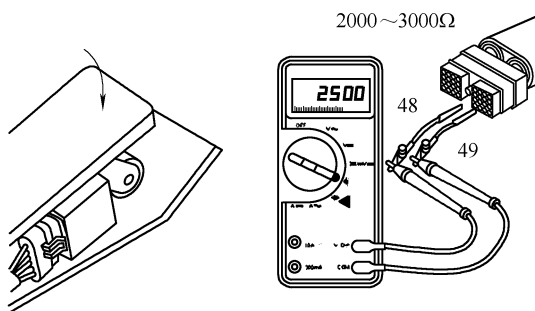
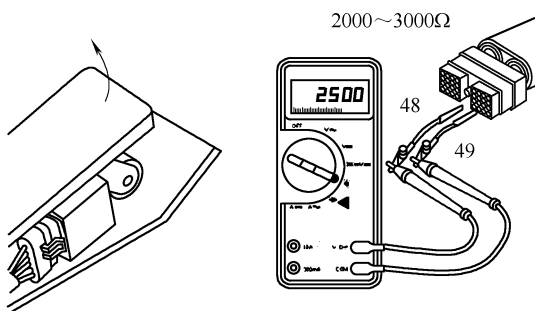

图 4-84 测量触针 48 与 49 之间的电阻(踩下加速踏板)
图 4-85 测量触针 48 与 49 之间的电阻(释放加速踏板)
(1) 初始检查 可以使用服务软件监测加速踏板位置传感器电路是否工作正常。也可以按以下步骤进行故障诊断及排除。确保加速踏板位置传感器连接到了 OEM 线束上。
(2) 电阻检查
① 测量加速踏板位置传感器插头电源线触针 48 与回路线触针 49 之间的电阻, 踩下加速踏板时(图 4-84), 电阻应在 $2000 \sim 3000\Omega$; 释放加速踏板时(图 4-85), 电阻也应在 $2000 \sim 3000\Omega$ 。